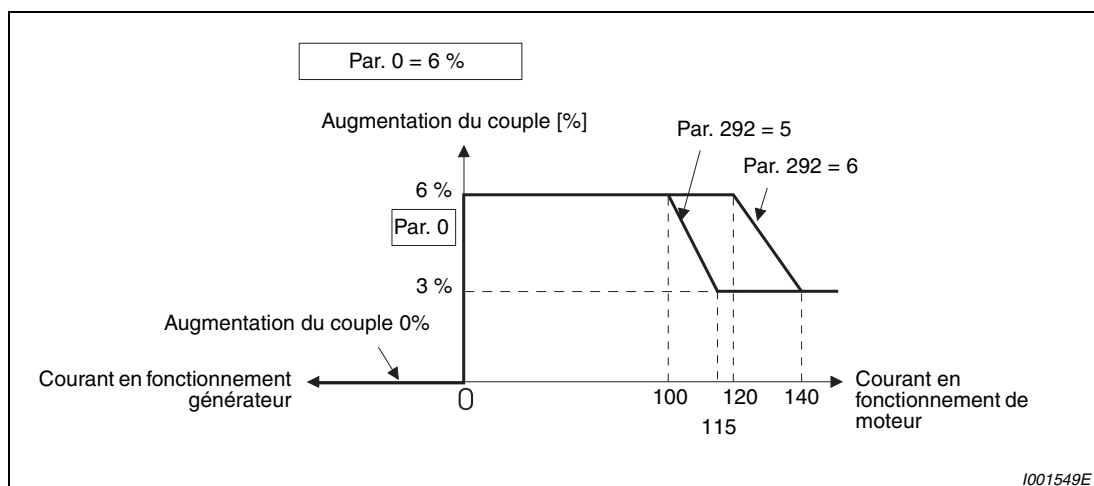

Fig. 6-63 : Augmentation du couple en fonction du courant de sortie
- En fonctionnement de moteur, un couple élevé suffisant est généré. En fonctionnement générateur et en fonctionnement sans charge, l'augmentation du couple change automatiquement (voir Fig. 6-63) de telle sorte qu'aucun déclenchement par surintensité de courant n'apparaît en raison d'une excitation trop grande.